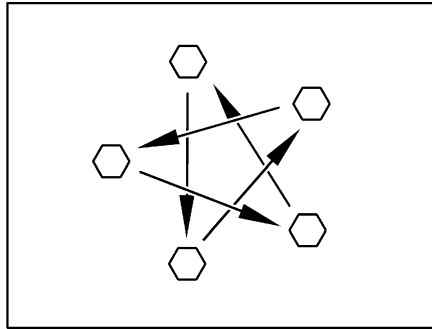

Fig. 385 Apretar las tuercas o los tornillos de las ruedas en forma de cruz
- Comprobar periódicamente que las tuercas o tornillos de las ruedas estén firmemente apretados. Reajustar en forma de cruz (Fig. 385) las tuercas o tornillos después de cambiar una rueda, al cabo de 50 km.
- ▷ Apretar en forma de cruz las tuercas o los tornillos de las ruedas (Fig. 385).